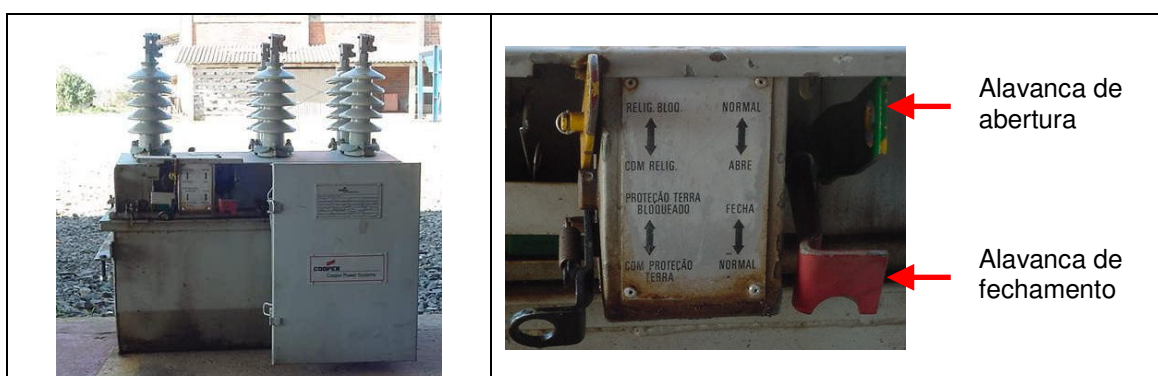

Figura 2 – Religador SEV.
4.2.1.1. Com a vara de manobra baixar a alavanca de abertura, situada no lado direito do conjunto de alavancas. Vide Figura 2.
4.2.2.1. Com a vara de manobra levantar a alavanca de fechamento, situada no lado direito do conjunto de alavancas. Vide Figura 2.